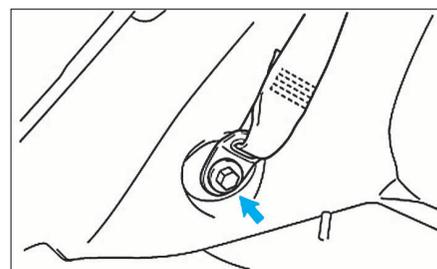

FIG. 117
- De chaque côté, déposer la ceinture AR (Fig.117).